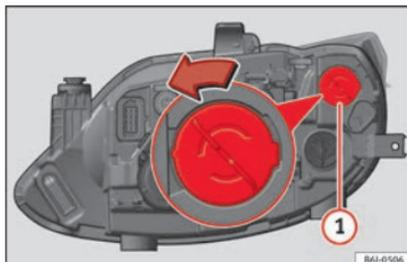
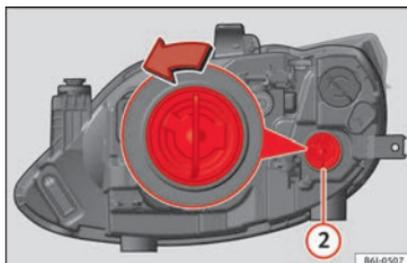

Fig. 92 Luz DRL (luz diurna) do farol simples.
Fig. 93 Luz indicadora de mudança de direção do farol simples.
- Rode o porta-lâmpadas » Fig. 92 ① ou » Fig. 93 ② para a esquerda e puxe.